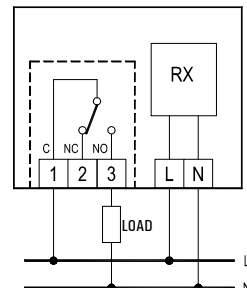

Abb. 7
- Elektrische Anschlüsse je nach Anwendung herstellen (siehe Abb. 7 - 8 und Absatz "Elektrische Anschlüsse").